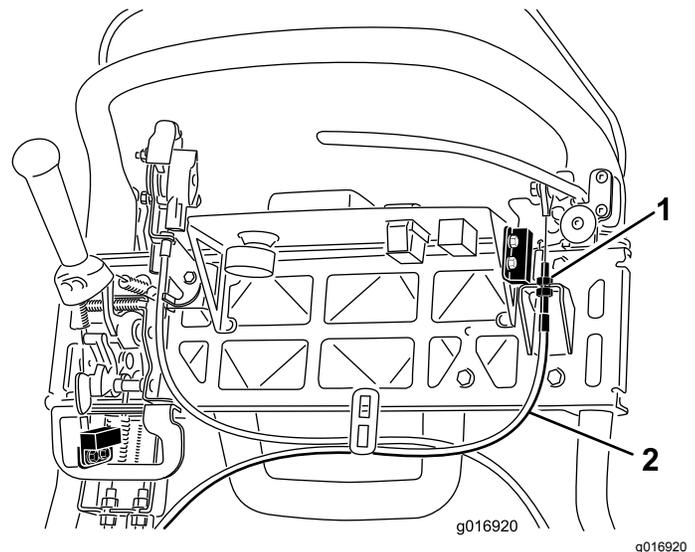

Figura 43
3. Per aumentare la tensione del cavo, allentate il controdado del cavo superiore e serrate il controdado del cavo inferiore (Figura 43) fino a quando non è necessaria una forza di 156 N sulla maniglia della leva per rilasciare il fermo del freno di stazionamento.